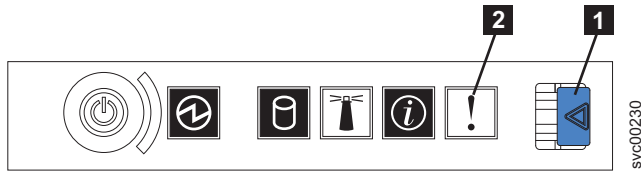

図 97. SAN ボリューム・コントローラー 2145-8G4 オペレーター情報パネル
1. SAN ボリューム・コントローラー 2145-8G4 オペレーター情報パネル 上のエラー LED (330 ページの図 97 を参照) が点灯または明滅していますか？